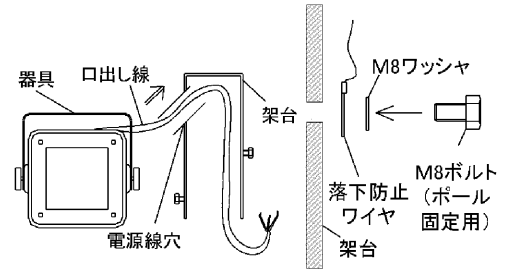

図1 口出し線の 図3 落下防止ワイヤの
- ①ポールから電源線をあらかじめ引き出してください。
- ②器具の口出し線を架台の電源線穴へ通して引き出してください。(図1)
- ③器具の口出し線と架台から引き出した電源線の結線を行ってください。